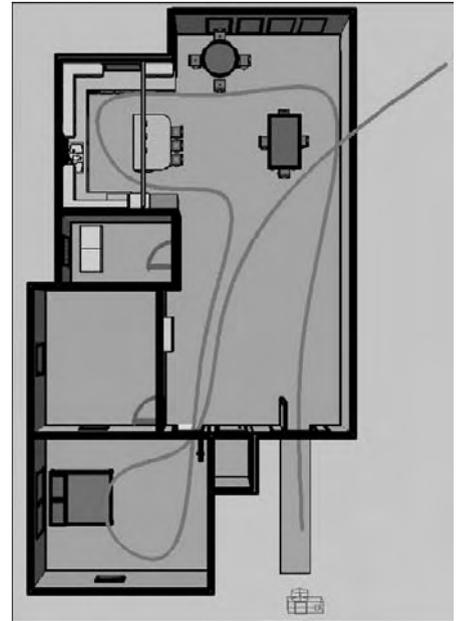

Fig.11.23
- Pour spécifier une trajectoire pour la caméra, cliquez sur le bouton **Sélectionner une trajectoire** (Select Path) et spécifiez une trajectoire dans le dessin (fig.11.23). Entrez un nom pour la trajectoire. Cliquez sur OK.